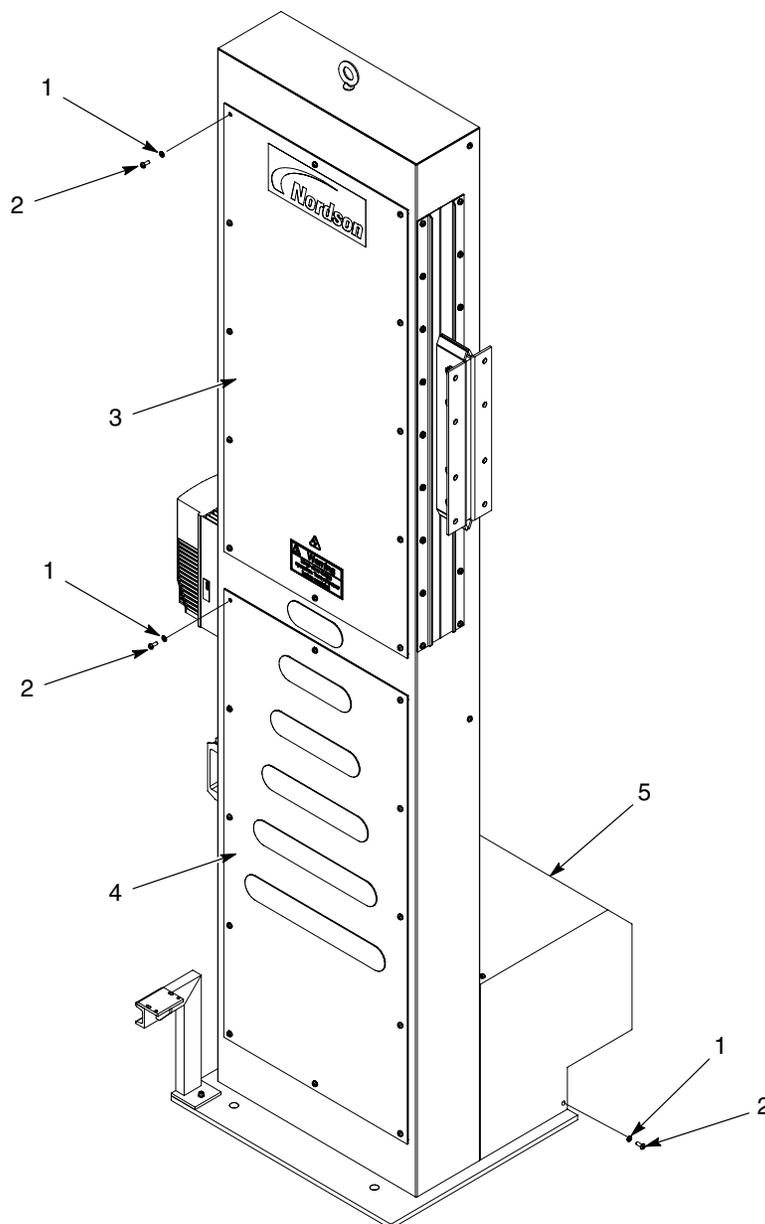

Fig. 11 Dépose des capots
1. Voir la figure 11. Retirer les vis (2) et les rondelles freins (1) qui fixent le panneau (3, 4) ou le capot du motoréducteur (5), suivant le cas, pour pouvoir accéder à la partie concernée de l'oscillateur.